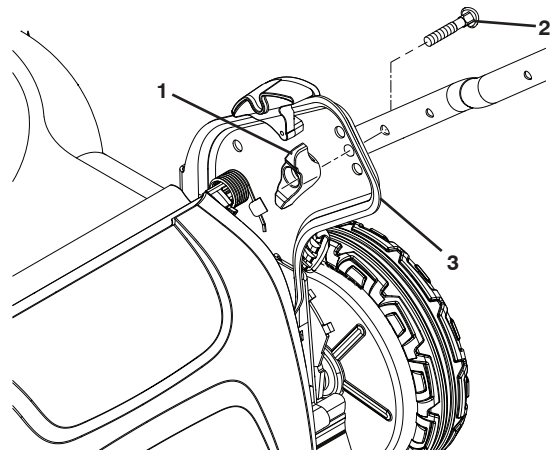

Figure 4
2. Insérez le boulon de guidon par le guidon et le support et fixez-le avec le bouton (Figure 4).